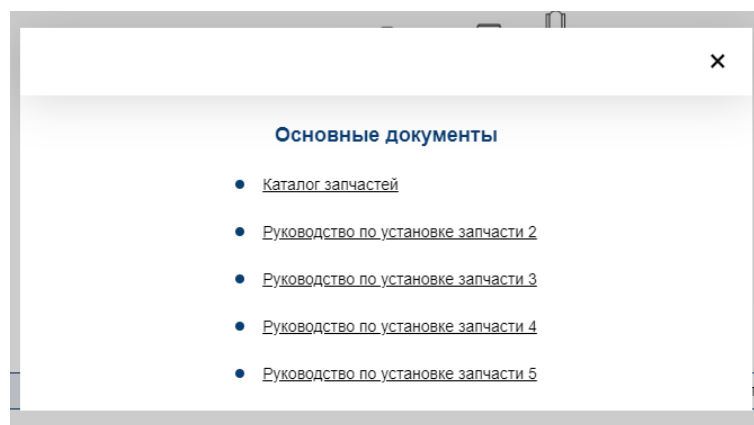

Рисунок 45 – Документация по ЕО
- выбрать необходимый документ для просмотра (рисунок 45).